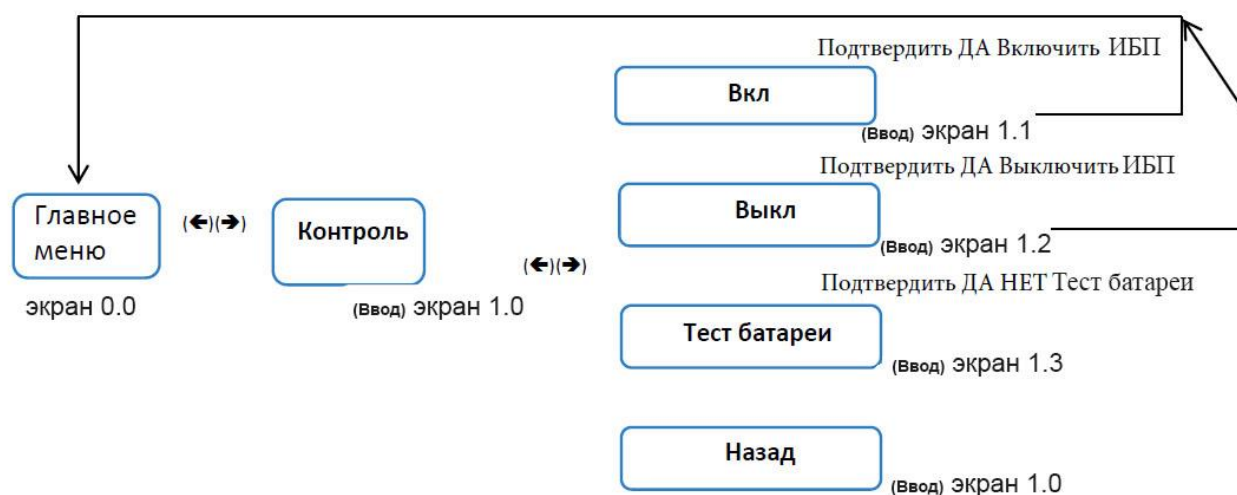

Рисунок 4.1 Процедура включения/выключения
Запуска осуществляется с помощью клавиатуры на панели управления ((3) рис. 1.2). Выберите «Кнтрл.» и нажмите (ПУСК) в подменю управления (экран 1.0), затем выберите «ВКЛ» и нажмите (ПУСК) один раз. Вы перейдете на экран 1.1, чтобы запустить устройство выберите клавишей вверх Да и нажмите (ПУСК). Смотрите рисунок 4.1.
На данном этапе, горит зеленый светодиод входного напряжения. Запустите инвертор, один за другим с помощью клавиатуры на панели управления. Запуска осуществляется с помощью клавиатуры на панели управления ((3) рис. 1.2). Выберите «Кнтрл.» и нажмите (ПУСК) в подменю управления (экран 1.0), затем выберите «ВКЛ» и нажмите (ПУСК) один раз. Вы перейдете на экран 1.1, чтобы запустить устройство выберите клавишей вверх Да и нажмите (ПУСК). Смотрите рисунок 4.1.
- Отключите инвертор. С помощью клавиатуры на панели управления ((3) рис. 1.2), спуститесь в подменю «Кнтрл» (экран 1.0), и выберите «Выкл». Появится экран 1.2 с запросом на выключение прибора нажатием кнопки (Пуск), см. рис. 4.1.